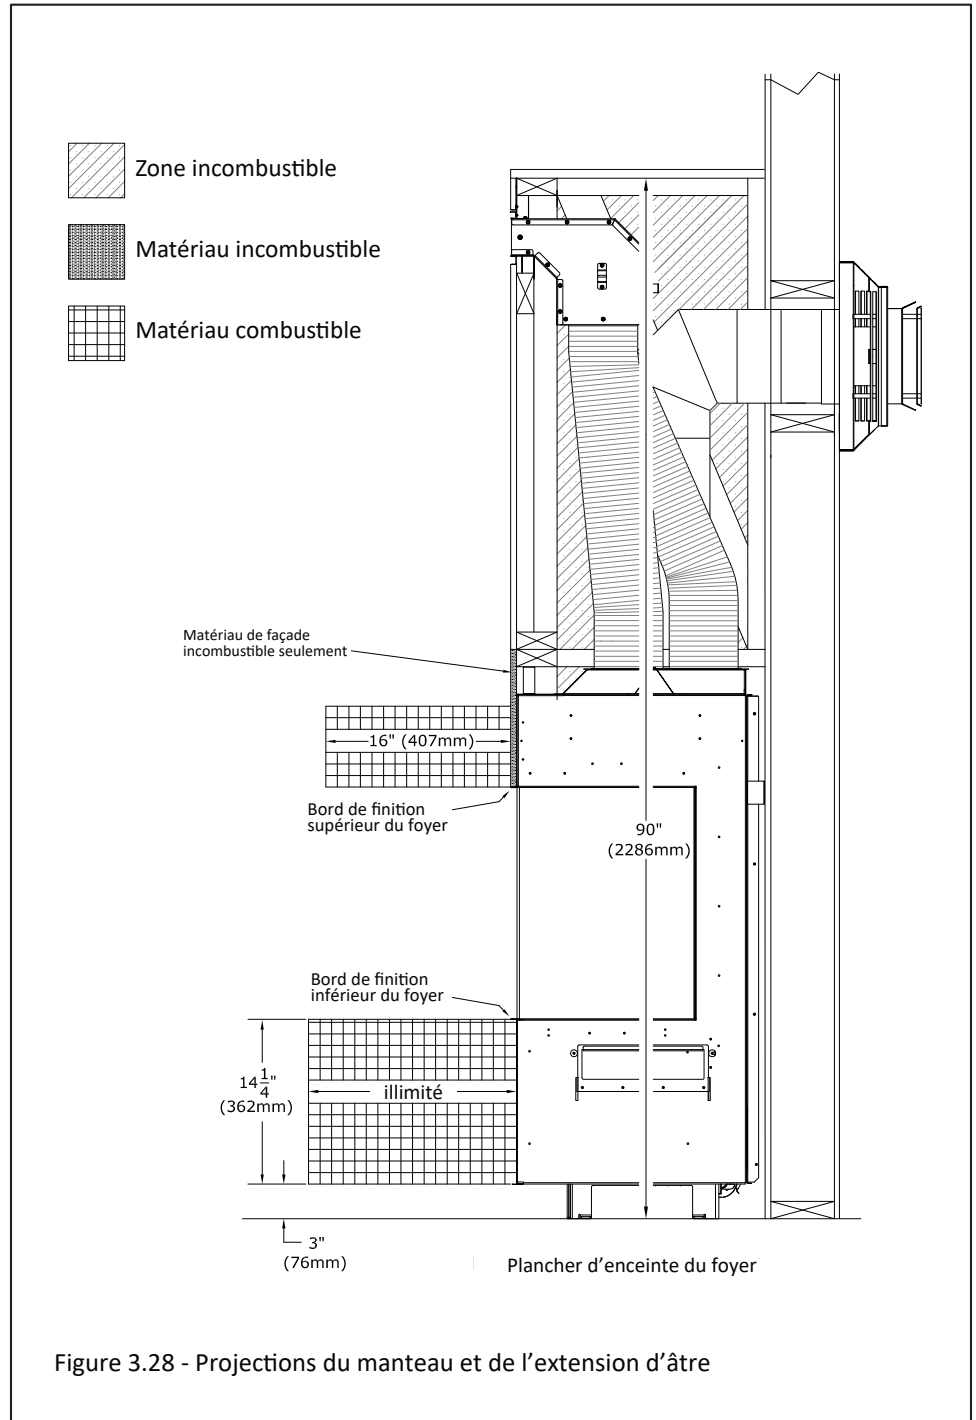

Figure 3.28 - Projections du manteau et de l'extension d'âtre
- **Projection du manteau combustible:** Un manteau ayant 16 po (406 mm) de projection maximum peut être installé à 0 po (0 mm) des bords de finition supérieurs situés à l'avant et aux côtés du foyer. Voir la Figure 3.28.
- **Extension d'âtre combustible:** Une extension d'âtre combustible peut avoir une projection illimitée et peut être surélevée jusqu'au bord de finition inférieur du foyer. Voir la Figure 3.28.